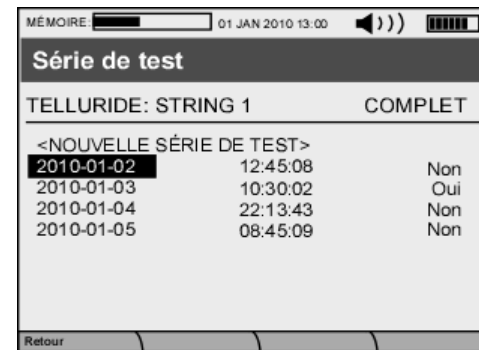

Figure 2.20. Écran de Sélection de Série de Test.
- Après sélection de la chaîne, l'utilisateur pourra sur le troisième écran (Figure 2.20) soit démarrer une **NOUVELLE SÉRIE DE TEST** ou poursuivre un test indiqué comme incomplet (indiqué par NON dans la colonne COMPLET).